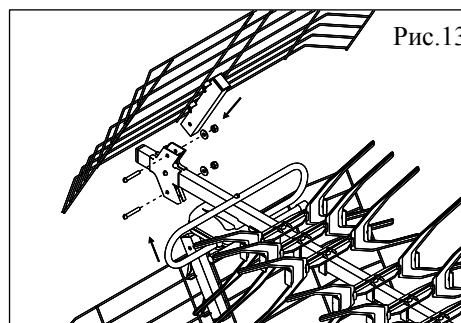

Рис.13
5.15. Установить стойку с рефлектором в держатель и закрепите винтом №4 с шайбой и гайкой. Также установить вторую стойку с рефлектором (рис.13).